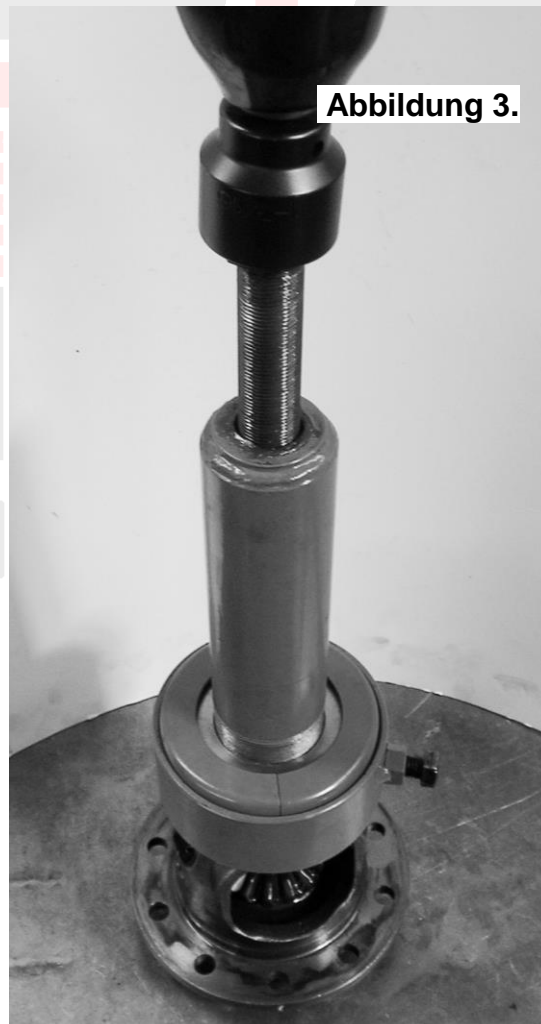

Abbildung 3.
- Entfernen Sie mit einem Lagerabzieher die kegelförmigen Walzenlager vom Differentialkorb (siehe Abb. 3.).